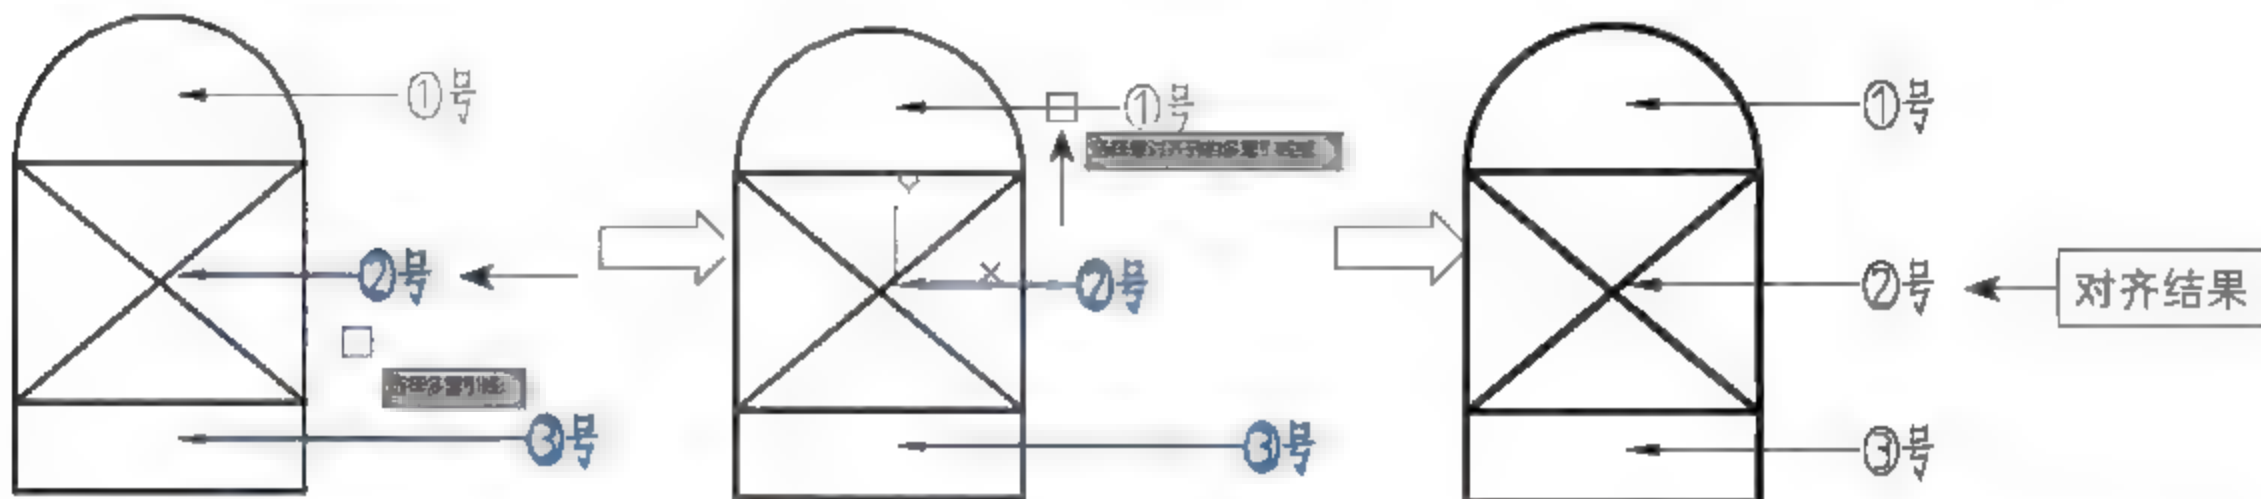

图5-145 对齐引线
执行上述任意一种方法后，调用【对齐】命令。首先选择多重引线标注，例如②、③引线标注；接着选择要对齐到的多重引线标注，例如①引线标注。结果是②、③引线标注对齐于①引线标注。操作过程如图5-145所示。